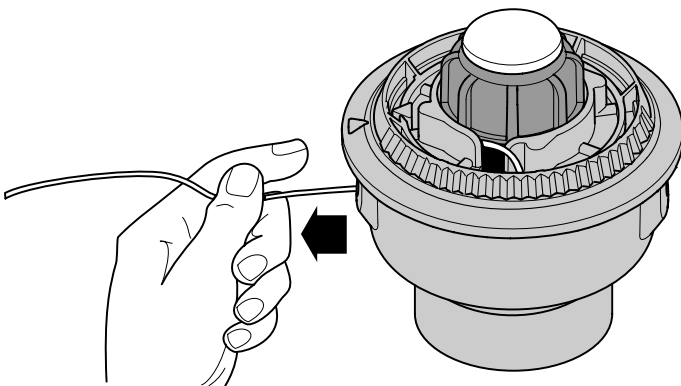

Fig. 23
6. Saque la línea de la bobina exterior hasta que esté tirante contra el carrete interior (Fig. 23).